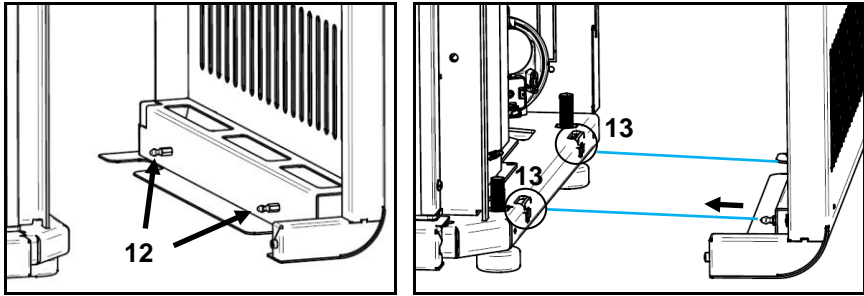

Figura 45 - Fijación de las envolventes Olive
k) A continuación, coloque las envolventes; encajar primero el soporte 10 en las ranuras 11 y luego encajar los pasadores 12 de las cubiertas laterales en los resortes 13 situada en la máquina, como se muestra en la Figura 45.